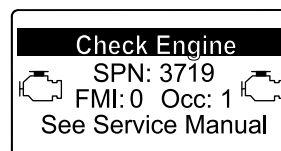

Bild 55
- Wenn eine Wiederherstellung-Regenerierung erforderlich ist, wird im InfoCenter die Motorwarnung SPN 3719, FMI 16 (Bild 55) angezeigt, und der Computer verringert die Motorleistung auf 85 %.